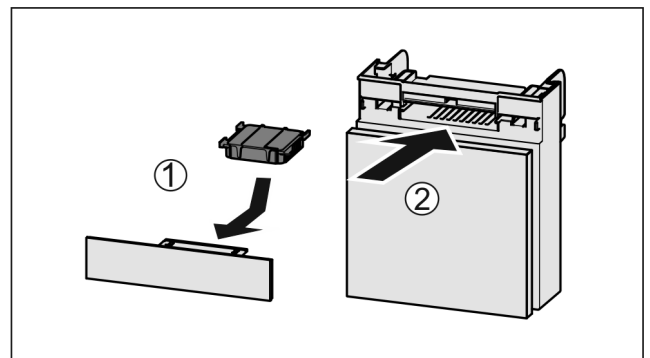

Fig. 130
- Aktivkohlefilter nach Abbildung einsetzen Fig. 130 (1).
- Fach einschieben Fig. 130 (2).